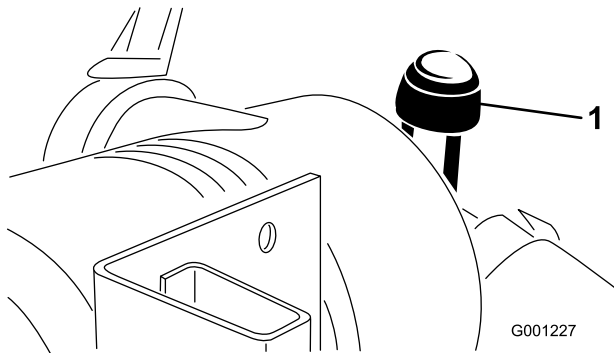

Figura 46
- Efectue a manutenção do filtro de ar quando o indicador do filtro de ar (Figura 46) ficar vermelho ou a cada 400 horas (com maior frequência em condições de trabalho muito sujas ou poeirentas). Não efectue a manutenção do filtro de ar com demasiada frequência.
9. Reinicie o indicador (Figura 46), se este estiver vermelho.